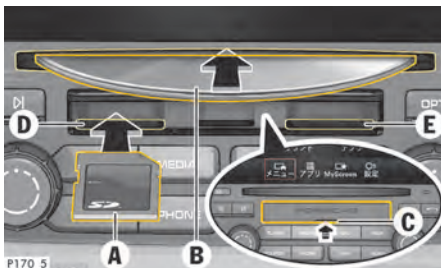

図 178 : CD/DVD または SD カードのロード
1. 指の爪でスロット **C** (図 178) のカバーを上方に開いてください。